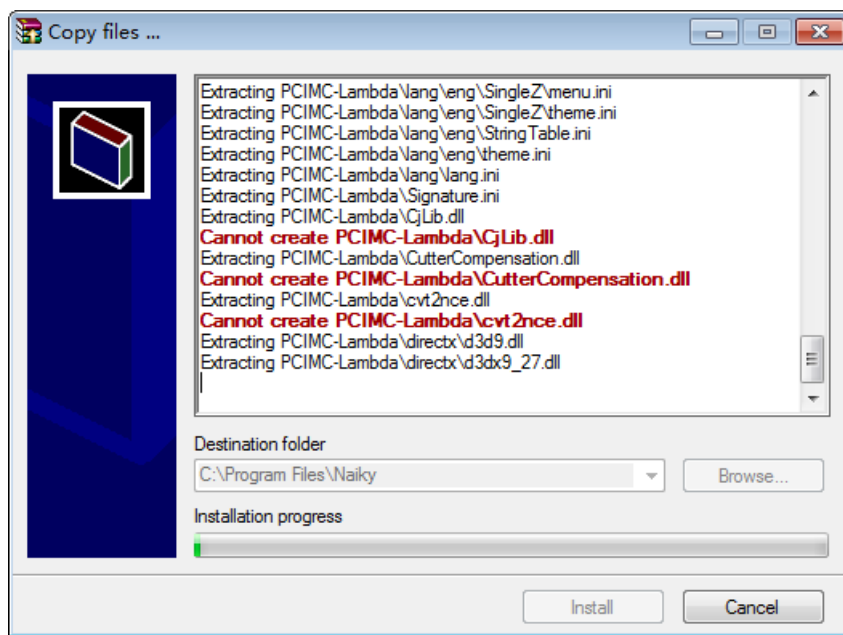

图 2-10 软件安装进度界面
4. 安装开始，进度条将显示安装进程，如图 2-10 所示；